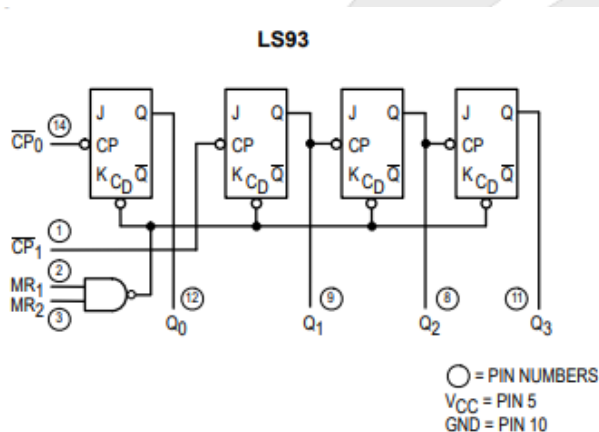

Figura 5: Diagrama Lógico do 74LS93. Fonte: [2]
Pelo Diagrama Lógico apresentado na Figura 5, o engenheiro percebeu que a entrada do clock do segundo Flip-Flop está desconectada, ou seja, como ele queria os quatro Flip-Flops ligados em cascata, conectou o pino 12 no pino 1.
6. Os Flip-Flops possuem um pino de RESET/CLEAR, a qual acionada, força a saída a permanecer em nível lógico 0. Observando o Diagrama da Figura 5, as funções CLEAR (C_D) são acionadas em qual nível lógico?